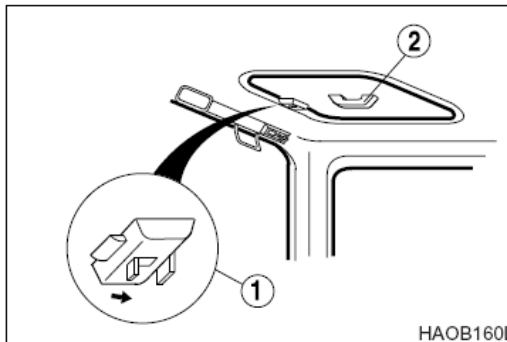
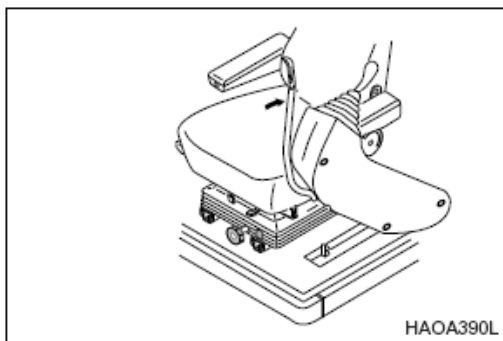

Figura 88
Figura 89
3. Tire del cerrojo (1, Figura 88) situado en el centro de la parte frontal de la cubierta y levántela con ayuda de la manivela (2).
3. Vuelva a cerrar la cubierta con la manivela (2, Figura 88) de tal modo que el cerrojo (1) quede bloqueado en el soporte del borde de la cubierta.
Cuando abandone el asiento del operador, deje la palanca de seguridad completamente hacia arriba (Figura 89), para evitar posibles riesgos si se mueven accidentalmente las palancas de mando. Cuando abandone el asiento del conductor, bloquee la palanca de seguridad en la posición "LOCK" (Figura 88), para evitar posibles riesgos si se mueven accidentalmente las palancas de mando.
2. Bloquee la palanca de seguridad (Figura 89).